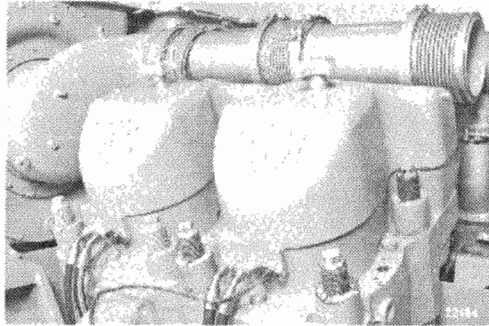

Figura 7.7 Tapa de balancines.
2. Retirar la tapa de balancines del cilindro que será reparado. (figura 7.7)